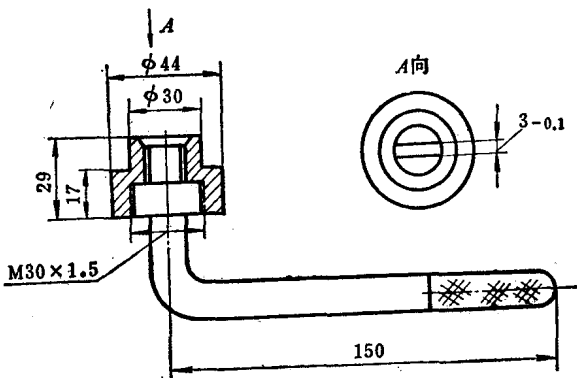

图2-1 滑片转子专用扳手
3. 用专用扭力扳手（图2-1）旋出滑片转子（装配时的旋紧扭力矩应为 $2.5\sim 3$ 公斤·米）。